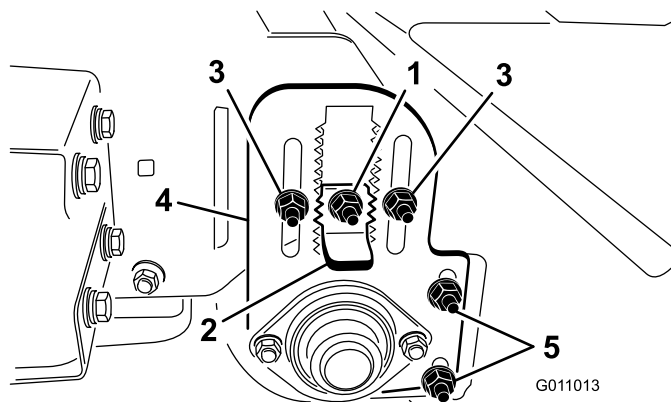

Figure 20
3. Desserrez le contre-écrou sur la clavette de réglage (Figure 20) afin de pouvoir la sortir d'environ 13 mm.
4. Desserrez les contre-écrous de réglage de hauteur de rouleau (Figure 20).
5. Sortez la clavette de réglage de hauteur et montez ou abaissez le rouleau arrière en faisant coulisser la plaque de réglage à la hauteur voulue (Figure 20).
Assurez-vous de régler le racloir du rouleau (Figure 20) pour obtenir un espace de 2 mm entre le rouleau et le racloir.